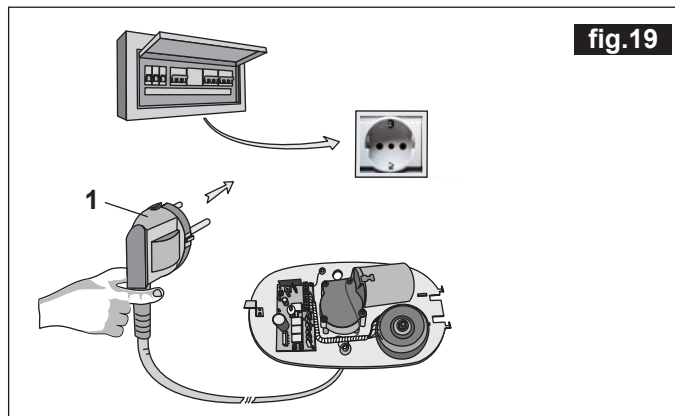

fig.19
ALIMENTACIÓN - 230 VCA MONOFÁSICA 50/60 Hz. • Conexión por medio del cable suministrado en dotación Fig.19-ref.1.